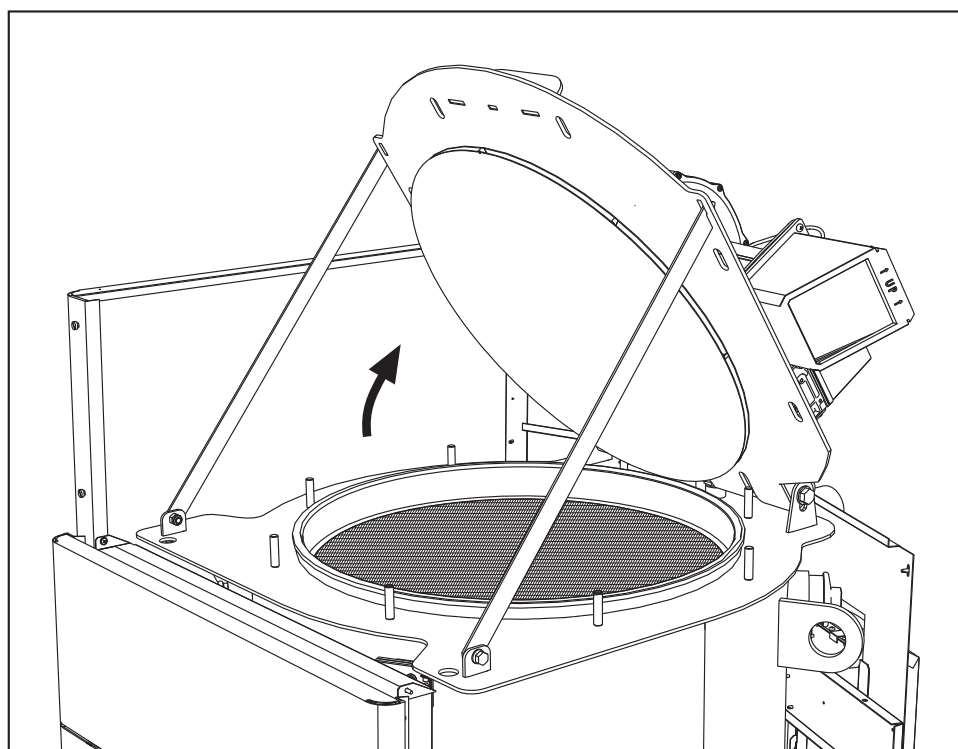

fig. 71
- Abra la puerta del quemador y fíjela con los soportes (fig. 71).